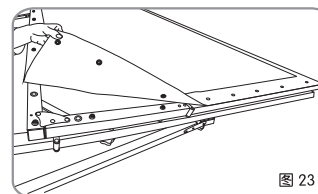
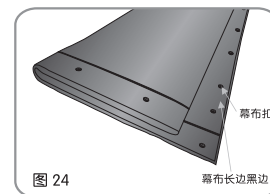
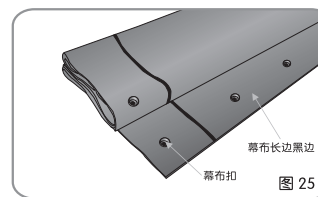
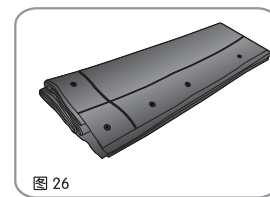

图 23
图 24
图 25
图 26
2. 依次解开幕布上所有的幕布扣（如图 23），如幕面上有粘附异物，清除干净。将幕布短边按图 24 所示逢中对折两折后再按图 25 所示对折（100° 折三折，120° 150° 折四折），然后再将幕布长边按图 26 所示折三折。折叠幕布时应注意把两条幕布长边的黑边单独留出来，以免长边黑边上的幕布扣刮伤幕布。（注意：此操作必须两人同时操作）